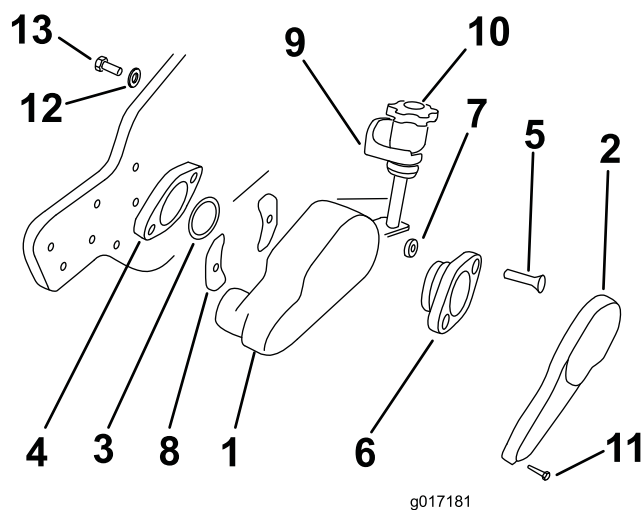
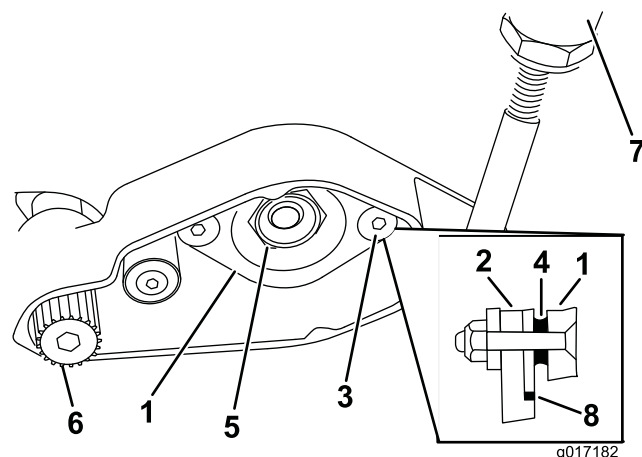

Figura 4
Figura 5
- A. Togliete le 3 viti a brugola a testa cilindrica e le rondelle di bloccaggio che fissano il coperchio al gruppo di alloggiamento del groomer (Figura 4).
B. Rimuovete la rondella Belleville e la vite a testa cilindrica 3/8 x 5/8 poll. da ogni blocco di montaggio (Figura 4).
C. Inserite un anello adattatore nella sede del cuscinetto del cilindro (Figura 4 & Figura 5).
D. Inserite due viti a testa piana da 3/8 x 2 poll. nell'adattatore del cuscinetto e posizionate i distanziali sulle estremità delle viti (Figura 4 & Figura 5).
E. Allineate adattatore del cuscinetto, distanziali e vite con il cuscinetto di bronzo e le fessure nell'alloggiamento del groomer. Fate scorrere l'adattatore del cuscinetto attraverso il cuscinetto di bronzo e le viti attraverso le fessure nell'alloggiamento del groomer (Figura 4 & Figura 5).
F. Inserite un coperchio fessura su ogni vite, allineando il lato curvo del coperchio con la curva dell'alloggiamento del groomer. I coperchi fessure devono essere posizionati lontani dall'alloggiamento del groomer (Figura 4).
G. Inserite le viti a testa piana nella sede del cuscinetto del cilindro. Montate i dadi di bloccaggio sulle viti e serrateli a 31-37 Nm (Figura 4 & Figura 5).
9. Fate scorrere un'estremità del gruppo dell'albero grooming all'interno del supporto cuscinetto del gruppo di alloggiamento del groomer (Figura 5). Verificate che le punte della lama del groomer siano rivolte in avanti.
sull'estremità dell'albero del groomer. Con un attacco Allen da 3/8 poll. su una chiave torsiometrica, serrate la puleggia ad un valore compreso tra 39 e 47 Nm (Figura 4 & Figura 5).
11. Installate il blocco di montaggio della manopola di regolazione sulla piastra sinistra con la vite a testa cilindrica 3/8 x 5/8 poll. e la rondella Belleville rimossa in precedenza (Figura 4).
12. Reinstallate il telaio del dispositivo di regolazione della barra di appoggio sinistra sulla piastra laterale con le viti a testa cilindrica e le rondelle rimosse in precedenza (Figura 4).
13. Togliete il dado di bloccaggio del cuscinetto dall'albero del cilindro (Figura 5). Fissate il cilindro con un blocco di legno in modo che non ruoti.